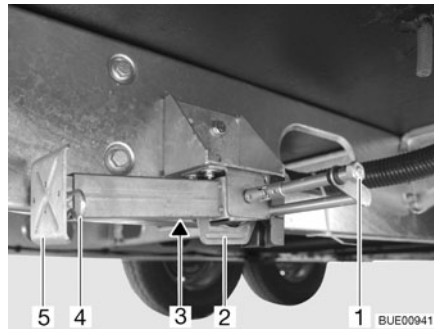

Fig. 26 Vérin stabilisateur
- Placer la clé à pipe sur l'écrou à six pans (Fig. 26,1) et tourner jusqu'à ce que le vérin stabilisateur soit en position verticale vers le bas.
- Lorsque la longueur des vérins stabilisateurs est réglable, faire sortir la goupille (Fig. 26,4) de la rallonge du pied d'appui (Fig. 26,5).
- Placer la clé à pipe sur l'écrou à six pans (Fig. 26,1) et tourner jusqu'à ce que le vérin stabilisateur se dégage du sol.
- Rentrer complètement la rallonge du pied d'appui (Fig. 26,5) et insérer la goupille (Fig. 26,4) dans le trou prévu à cet effet.
- Tourner l'écrou à six pans (Fig. 26,1) jusqu'à ce que les vérins stabilisateurs soient pivotés vers le haut et que la glissière (Fig. 26,2) soit arrivée complètement à l'extrémité de la fente (Fig. 26,3).